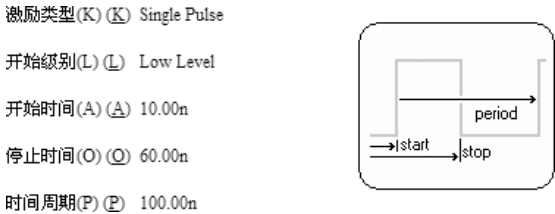

图 9-33 激励信号规则
- “Signal Stimulus”（激励信号规则）：如图 9-33 所示为该规则的设置示意图。激励信号的类型有 Constant Level（直流）、Single Pulse（单脉冲信号）、Periodic Pulse（周期性脉冲信号）3 种。还可以设置激励信号初始电平（低电平或高电平）、开始时间、终止时间和周期等。